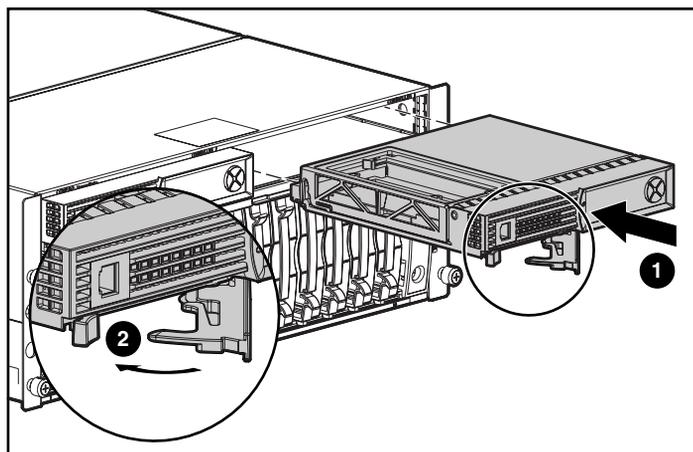

Figura 5: Instalación del Controlador
7. Empuje el Controlador hasta el fondo ❶; presione el pestillo hasta que cierre en el panel frontal ❷. Consulte la Figura 5.